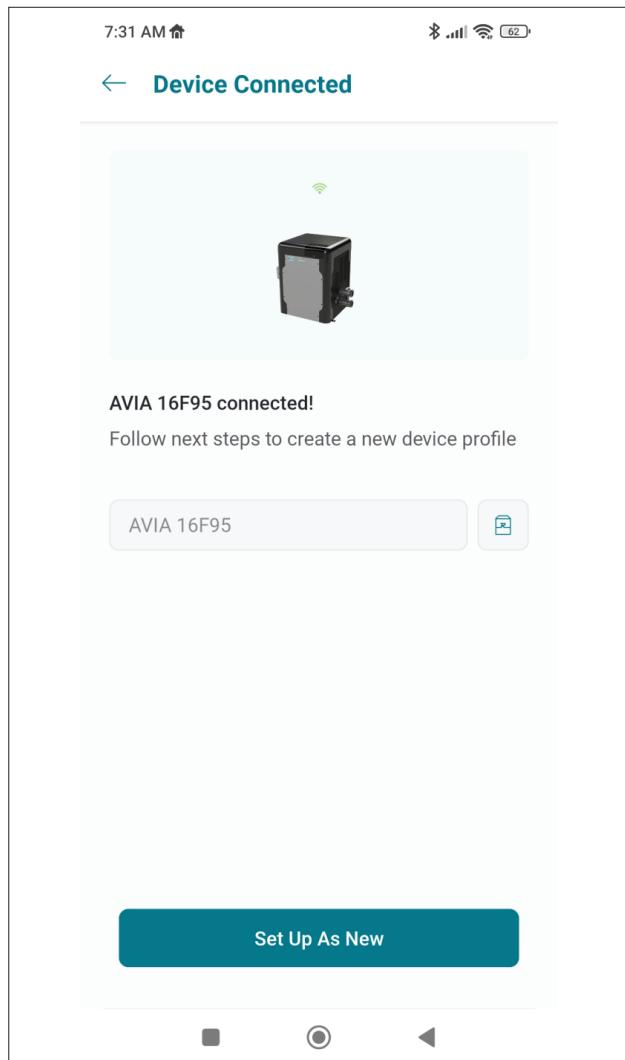

Figure 97. Nommer l'appareil
- Votre appareil est maintenant connecté au Wi-Fi. Vous pouvez modifier le nom de l'appareil ici, voir **Figure 97**.